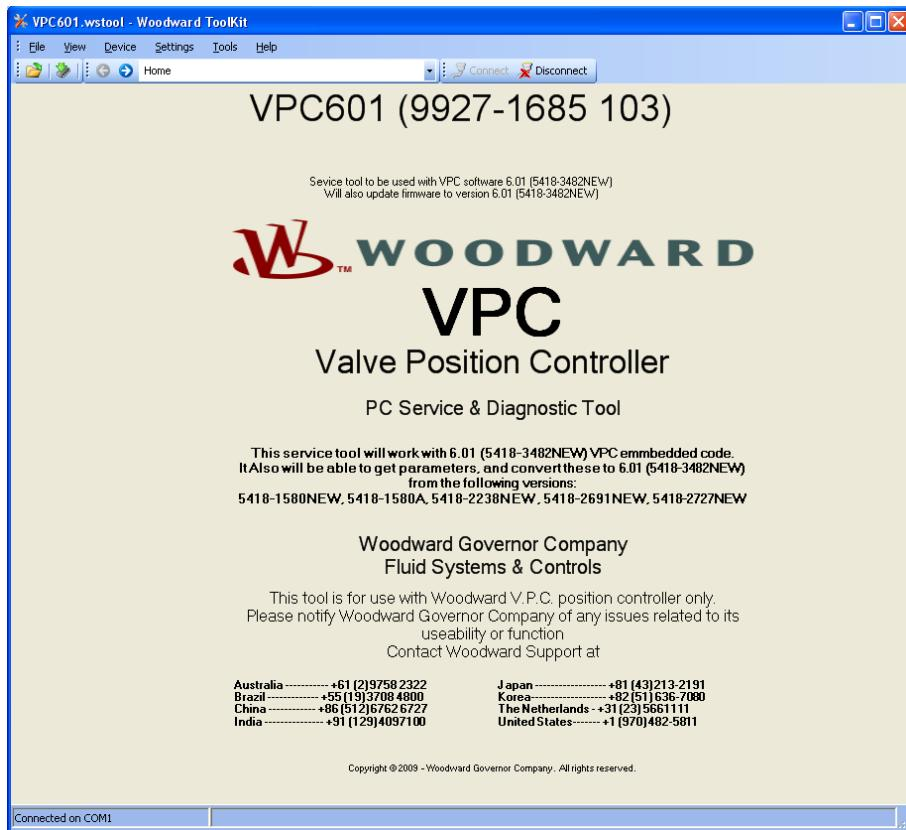

图 4-1. VPC 标题页面
从PC启动该工具时，将显示VPC标题页面。VPC服务工具的标题页包含有关服务工具版本和适用于使用服务工具进行控制和监视的固件的重要信息。它还提供了联系伍德沃德技术支持寻求帮助的信息（图4-1）。
**Home**—显示服务工具及其支持的软件（图4-1）。